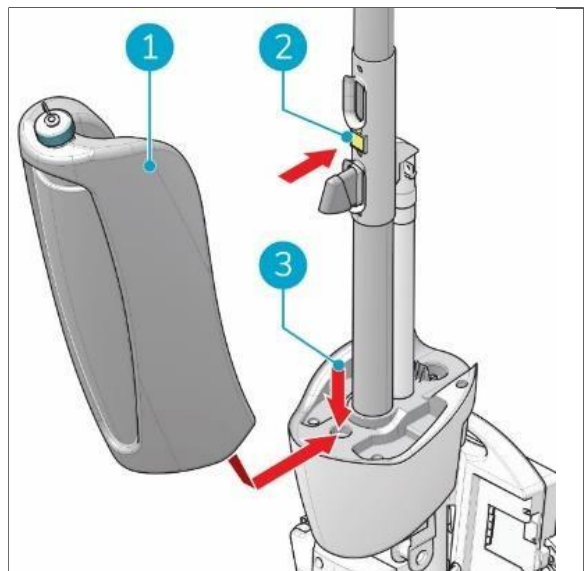

Abbildung 10
1. Setzen Sie den Boden des Auffangbehälters (Abbildung 10, Pos. 1 und Pos. 3) auf die Vorderseite des i-mop® XL basic.
2. Drücken Sie die Oberseite des Tanks in die richtige Position, bis Sie ein "Klick"-Geräusch hören. Der Magnet (Abbildung 10, Pos. 2) verriegelt den Rückgewinnungsbehälter.